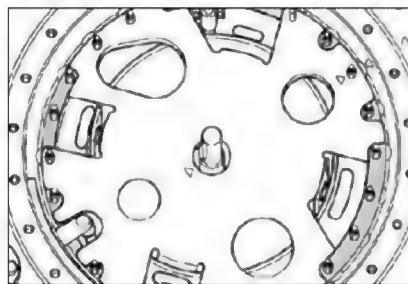

图 33
3. 切换开关芯子上支撑板上和分接开关头上的校正标记(红三角)(图 33)一定要相互对正。